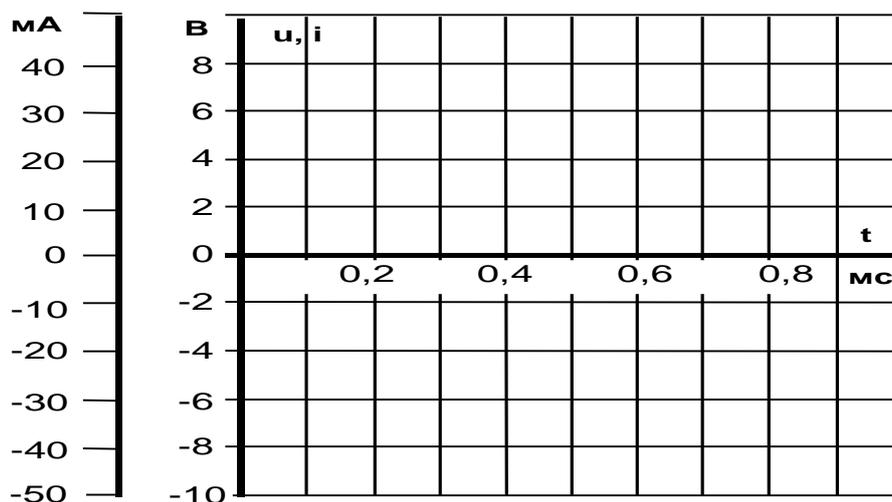

Рисунок 6.3 – Период и фазовый сдвиг между напряжением на конденсаторе $u_C(t)$ и током $i_C(t)$
- Перенесите кривые на график (рис. 6.3) и определите период и фазовый сдвиг между напряжением на конденсаторе $u_c(t)$ и током $i_c(t)$.